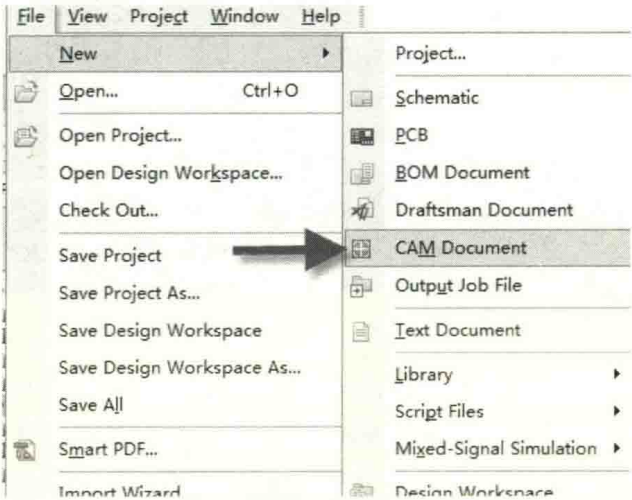

图 11-96 创建 CAM Document
(1) 打开 Altium Designer,执行菜单命令“File-New-Project...-PCB Project”新建一个工程,并且加载或创建一个 CAM Document,如图 11-96 所示。